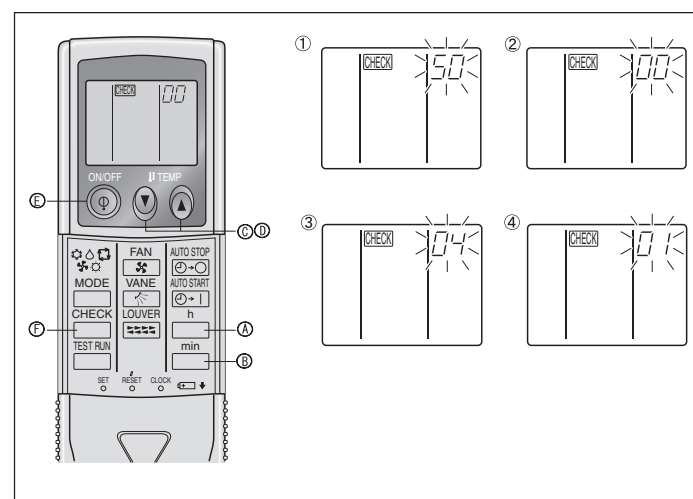

Fig. 6-15
6.3.2. À l'aide de la télécommande sans fil infrarouge (Fig. 6-15)